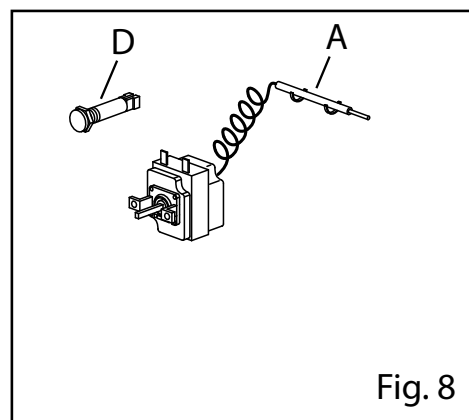

Fig. 8
- Sfilare il bulbo dal supporto (per es. Fig. 8/A)
- Montare la nuova lampadina (per es. Fig. 8/D)